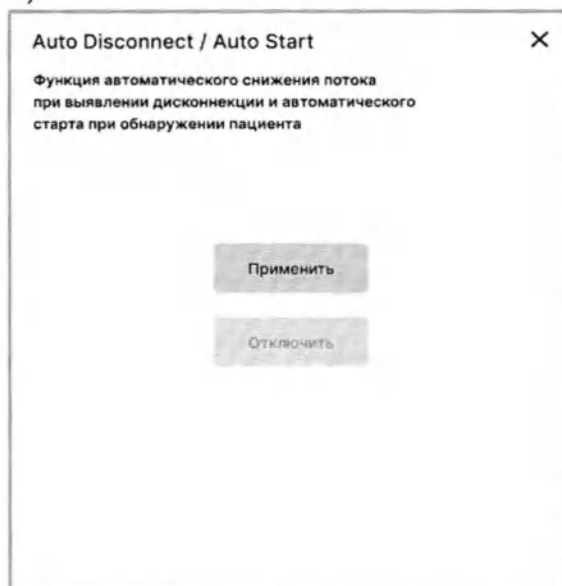

Рисунок 9.45 – Окно управления функцией «Auto Disconnect / Auto Start»
- 1 В основном экране нажмите кнопку « f » для входа в меню функций, выберите функцию «Auto Disconnect / Auto Start» и проконтролируйте появления окна управления (см. рисунок 9.45).